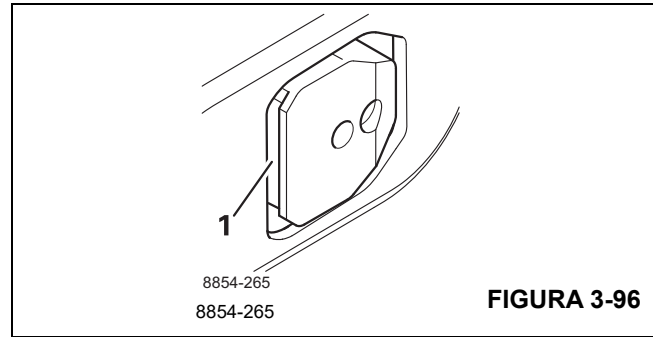

FIGURA 3-96
El corte (1), (Figura 3-96), debe estar despejado. Es por eso que el cilindro telescópico debe extenderse más que con una carrera de retorno.